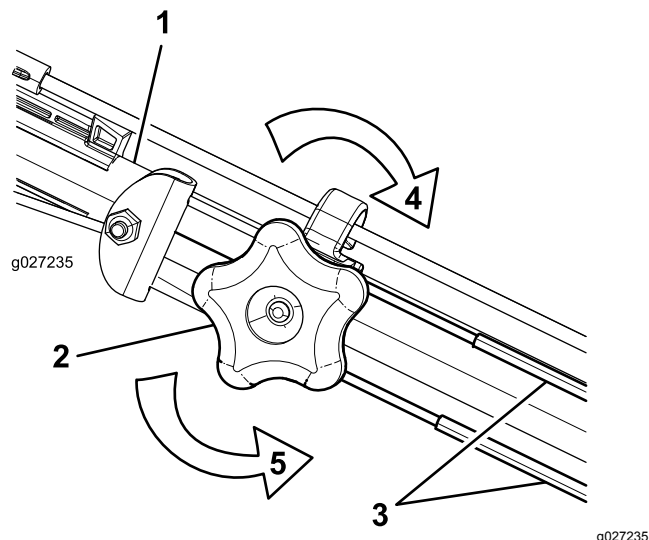

Figure 31
2. Ajustez la tension des câbles (Figure 31) en les tirant en arrière ou en les poussant en avant puis en les maintenant à cette position.
1. Tournez le bouton de réglage dans le sens antihoraire pour desserrer le réglage du câble (Figure 31).